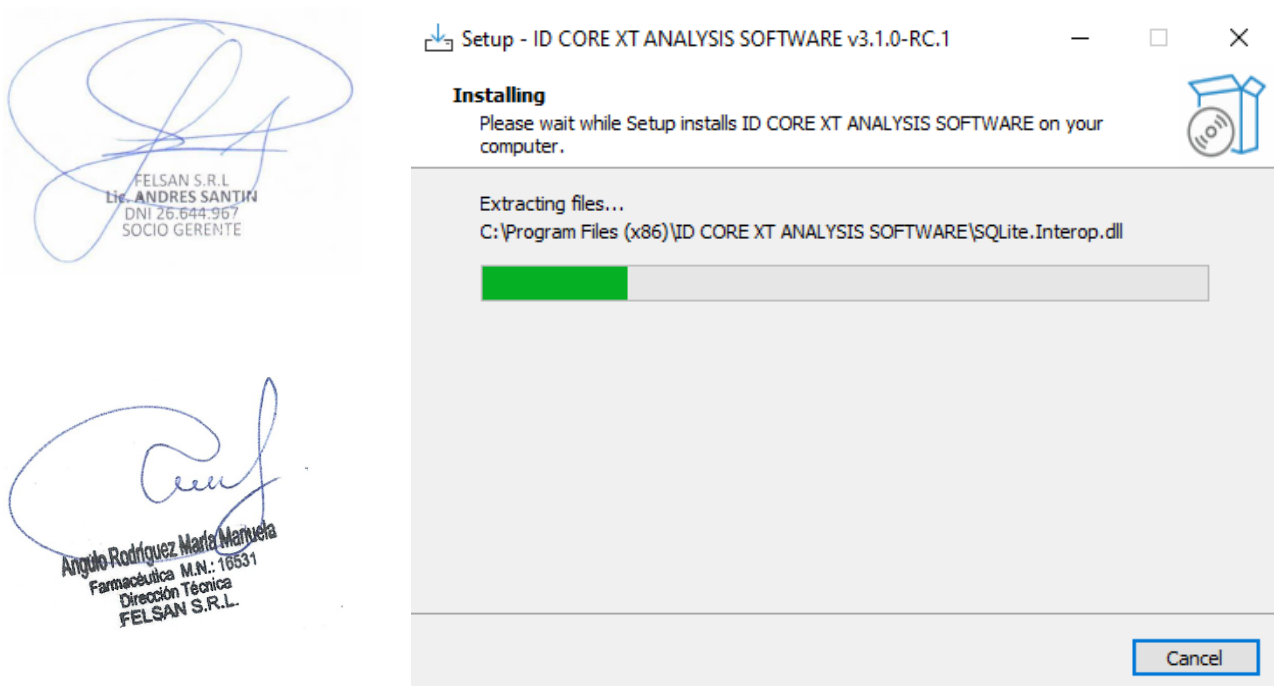

Figura 5. Paso de instalación de ID CORE XT ANALYSIS SOFTWARE
7. En el **progreso de instalación** (Figura 5) se muestra el progreso de la instalación. La barra de progreso avanza a medida que se completa el proceso de instalación.